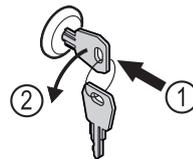

Fig. 183
- ▶ Schlüssel hineindrücken. Fig. 183 (1)
- ▶ Schlüssel um 90° gegen den Uhrzeigersinn drehen. Fig. 183 (2)